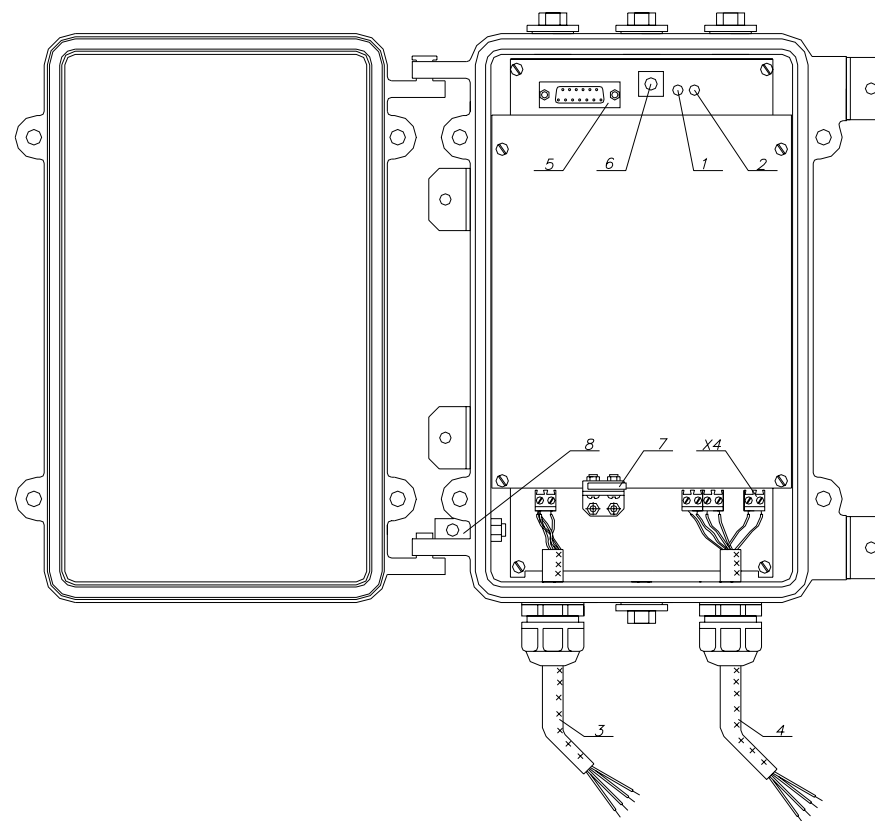

Рисунок 2.2. Блок электронный.
Конструктивно БЭ выполнен в герметичном корпусе, состоящем из двух частей: основания и крышки (рис. 2.2.). Крышка поворачивается относительно основания на двух петлях; плотное прилегание к основанию и герметизация внутреннего объема БЭ обеспечивается с помощью уплотнительной прокладки, расположенной на основании. Крышка фиксируется к основанию путём вкручивания 4х винтов (М8) в крепежные отверстия корпуса.
В нижней части платы электронной (вблизи гермовводов) расположены (рис. 2.2.):
В верхней части платы электронной расположены (рис. 2.2.):
3.1.2.4. Подключить БЭ к источнику напряжения 10...30 В постоянного тока. При этом светодиодные индикаторы «Тревога» и «Неисправность» (рис. 2.2.) могут засветиться на непродолжительное время. Окончание свечения индикаторов по прошествии 40 с с момента подачи питания будет косвенно свидетельствовать о правильности монтажа КЧЭ и готовности изделия к проверке его функционирования.
Если индикатор «Неисправность» (рис. 2.2.) за это время не погаснет, то это свидетельствует о неисправности КЧЭ. Поиск и устранение неисправности производится в соответствии с разделом 5.3 настоящего РЭ.
- 3.2.1.3. Не ранее, чем через 1 мин после подачи питания на БЭ, нажать и отпустить кнопку «TEST» на плате БЭ. Наблюдать кратковременное (в интервале 1...5 с) свечение светодиода «Тревога». С помощью мультиметра убедиться в размыкании (на это время) выходных контактов «Т1» и «Т2» колодки «Х3» на плате БЭ (рис. 2.2.).
- 3.2.1.5. Отсоединить от колодки «Х1» любой оконечный проводник чувствительного кабеля (центральный или экран). Наблюдать непрерывное свечение светодиода «Неисправность». С помощью мультиметра убедиться в размыкании выходных контактов «Т1» и «Т2» колодки «Х3» (рис. 2.2.).
- 3.2.1.6. Закоротить проводником-перемычкой или металлическим предметом (например, пинцетом) контакты колодки «Х1». Наблюдать непрерывное свечение светодиода «Неисправность». С помощью мультиметра убедиться в размыкании выходных контактов «Т1» и «Т2» колодки «Х3» (рис. 2.2.).
- 3.2.1.7. Отсоединить от колодки «Х4» любой проводник питания. С помощью мультиметра убедиться в размыкании выходных контактов «Т1» и «Т2» колодки «Х3» (рис. 2.2.).